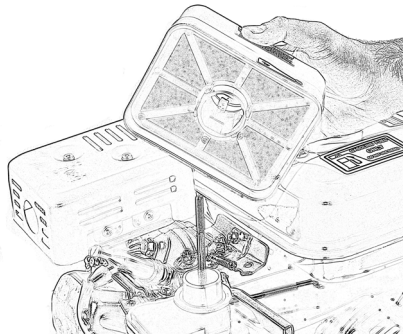

Abbildung 21
- Öffnen Sie die Flügelmutter oben auf dem Luftfiltergehäuse und ziehen Sie das Gehäuse nach oben ab, Abb. 21.